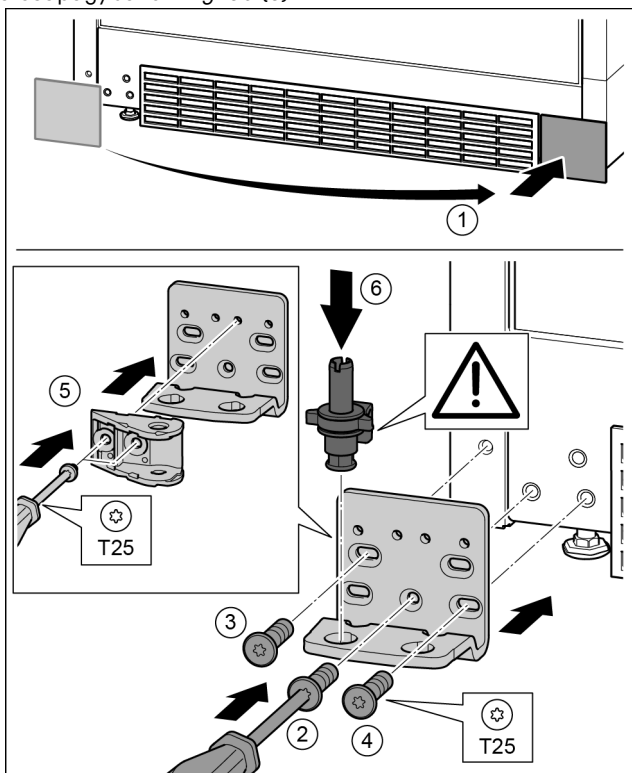

Fig. 31
- ▶ Vegye le a fedelet, és szerelje fel a másik oldalra. Fig. 31 (1)
- ▶ A másik oldalra helyezze fel a csapágybakot, és egy T25 csavarhúzóval húzza meg. Középen az alsó 2 csavarral kezdjen. Fig. 31 (2)
- ▶ Húzza meg a 3 és 4 csavart. Fig. 31 (3, 4)
- ▶ Fordítsa el 180°-kal a záráscsillapítót. A T25 csavarhúzóval csavarozza fel a csapágybak másik oldalára. Fig. 31 (5)
- ▶ Helyezze be a teljes csapszeget. Ügyeljen közben arra, hogy a bekattanó bütyök hátrafelé mutasson. Fig. 31 (6)